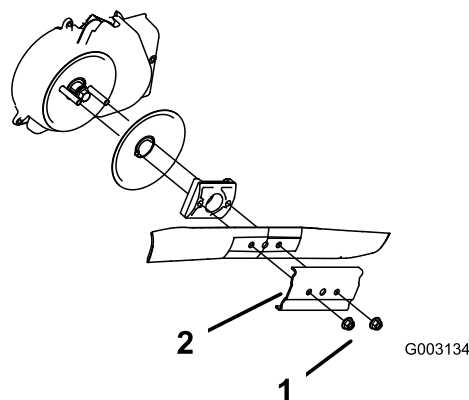

図 34
3. ブレードナット2個とスティフナを取り外す **図 34**。
4. ブレードを取り外す **図 34**。
5. 新しいブレードを取り付ける **図 34**。